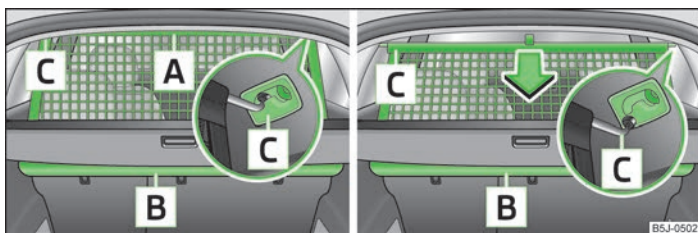
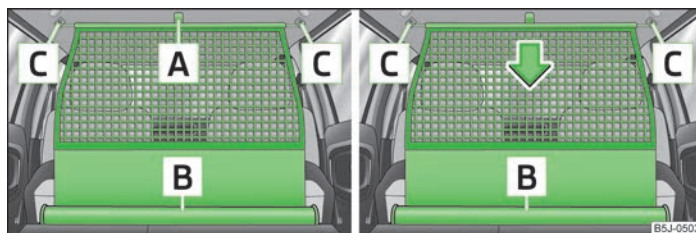

Fig. 53 Extragerea / rularea în sus a peretelui despărțitor din plasă
Fig. 54 Extragerea / rularea în sus a peretelui despărțitor din plasă
- Asigurați-vă că bara transversală este introdusă în locașurile [C] » fig. 53 la pagina 59, respectiv » fig. 54 la pagina 59 în poziția cea mai din față!
- Trageți peretele despărțitor de chinga **A** » fig. 53 afară din carcasa **B**, în direcția suporturilor **C**.
- Trageți puțin în spate bara transversală, mai întâi pe o parte, apoi pe partea cealaltă, și scoateți-o din prinderile **C** » fig. 53.
- Trageți peretele despărțitor de chinga **A** » fig. 54 afară din carcasa **B**, în direcția suporturilor **C**.
- Trageți puțin în spate bara transversală, mai întâi pe o parte, apoi pe partea cealaltă, și scoateți-o din prinderile **C** » fig. 54.